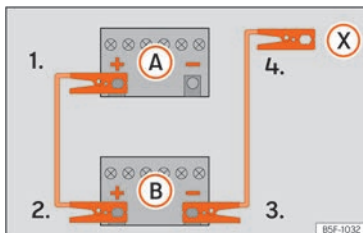

Abb. 46 Anschlusschema für Fahrzeuge ohne Start-Stopp-System.
zeugs mit der entladenen Fahrzeugbatterie (A) » » Abb. 46.
3. Klemmen Sie das andere Ende des roten Starthilfekabels an den Pluspol (+) des Strom gebenden Fahrzeugs (B).
- 4a. Bei Fahrzeugen ohne Start-Stopp-System: klemmen Sie ein Ende des schwarzen Starthilfekabels an den Minuspol (-) des stromgebenden Fahrzeugs (B) » » Abb. 46.